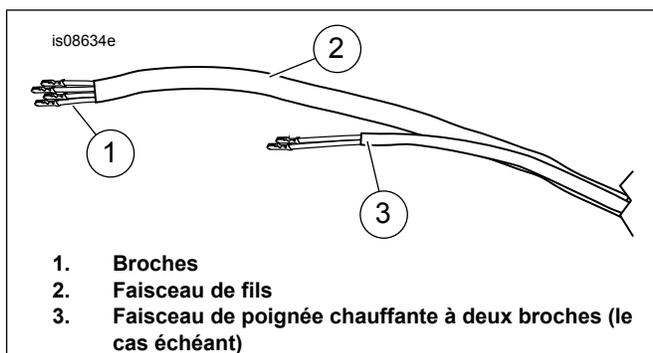

Figure 1. Faisceau de fils et broches.
1. Voir Figure 1 . Décaler les broches (1) de manière à ce qu'elles ne soient pas toutes au même endroit le long du faisceau de fils (2).